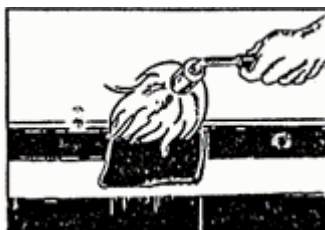

Рис.7
4.15. С помощью пропановой горелки равномерно прогреть заплату до появления из-под заплаты расплава адгезива (см. рис.7). При перегреве и сквозном прожоге заплата удаляется и наносится повторно.